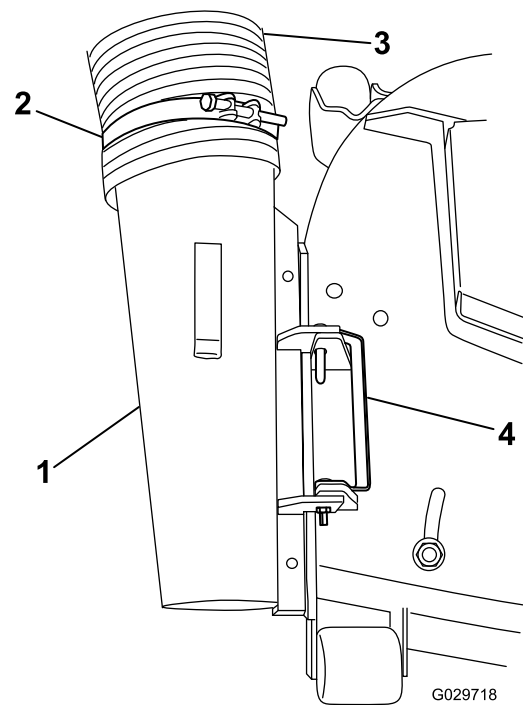

Figura 13
3. Montate il riduttore della scocca sull'apertura nel tosaerba, fissandolo con il gruppo perno e il dado, come illustrato nella Figura 13.
4. Fate scorrere una fascetta stringitubo grande su ciascuna estremità del flessibile del canale di scarico (Figura 13).
5. Fate scorrere 1 estremità del flessibile sul foro all'estremità dell'adattatore del piatto di taglio e serrate la fascetta stringitubo per fissarlo (Figura 13).
3. Rimuovete il gruppo del dado e del perno che fissano il riduttore della scocca al tosaerba e rimuovete il riduttore (Figura 13); installate il canale di scarico in gomma originale.